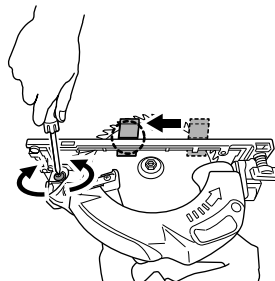

Fig. 18
- (4) Déplacer le copeau de bois marqué vers l'avant du socle et tourner la vis de réglage du parallélisme de façon à ce que le repère corresponde au côté du socle (Fig. 18).